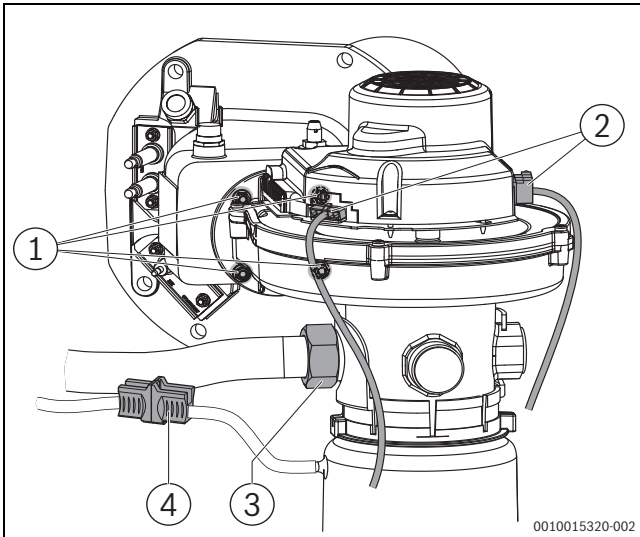

Bild 64 Elektrische Anschlüsse, Gebläse ausbauen (Kesselgröße 75-150 kW [bis V03])
- ▶ Elektrische Anschlüsse am Gebläse lösen (→ Bild 64, 65 bzw. 66).
- ▶ Steckverbinder trennen (→ Bild 64)
- ▶ Überwurfmutter am Venturi lösen (→ Bild 64 und 65, [3]).
- ▶ 4 Sechskant-Muttern am Gemischkrümmer entfernen (→ Bild 64 und 65).